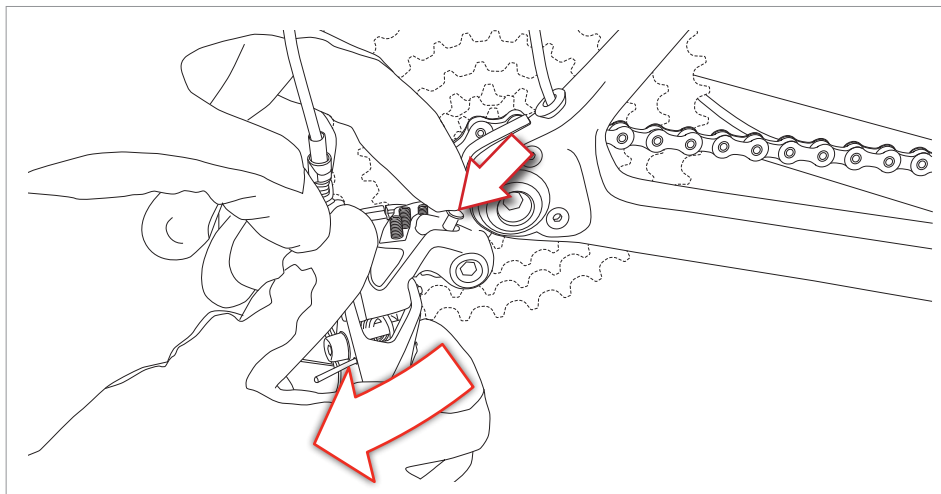

Fig.3
- Après avoir suivi la procédure de montage de la roue arrière, tournez légèrement le dérailleur arrière dans le sens horaire et appuyez simultanément sur le bouton de déblocage, puis accompagnez le dérailleur arrière en position de fonctionnement (Fig. 3).